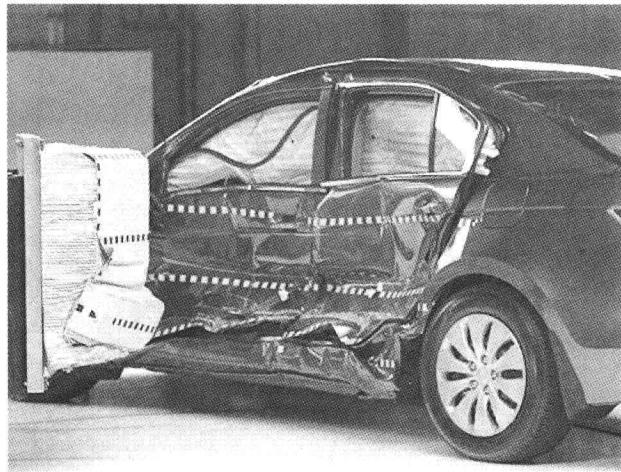

图1-23 侧面碰撞图
3) 侧面碰撞如图1-23所示。在确定汽车侧面碰撞时，分析汽车的结构尤